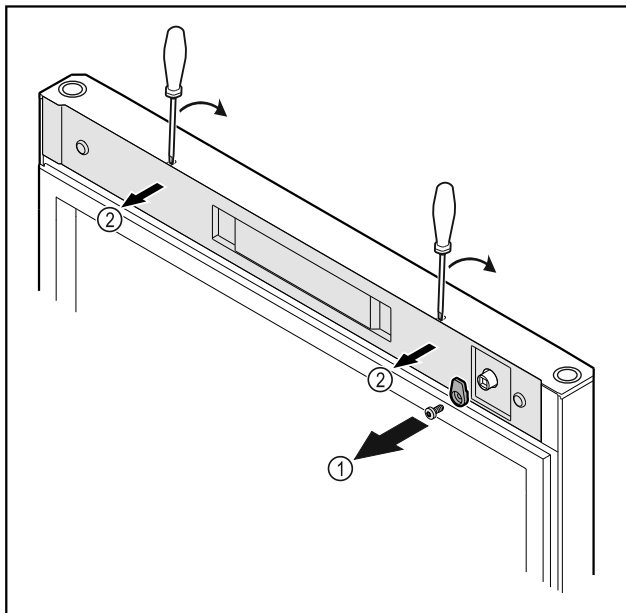

Fig. 18
- ▶ Odvrnite kuke za zatvaranje Fig. 18 (2).
- ▶ Odvojite poklopac Fig. 18 (1) malim odvijačem i skinite ga.